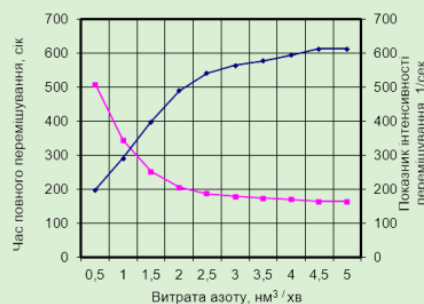

Рис. 1. Зміна часу повного перемішування (1) та показника інтенсивності перемішування (2) залежно від витрати газу на продування металу
9. Рисунок розташовують по тексту, вирівнювання підпису (наприклад, Рис.1. Схема...) по центру. Рисунок повинні бути чіткими та контрастними, згрупованими як єдиний об'єкт. Перед та після рисунку пропускають рядок.
На рис. 1 наведено вплив на час повного перемішування та показник інтенсивності перемішування залежно від витрати газу на продування.